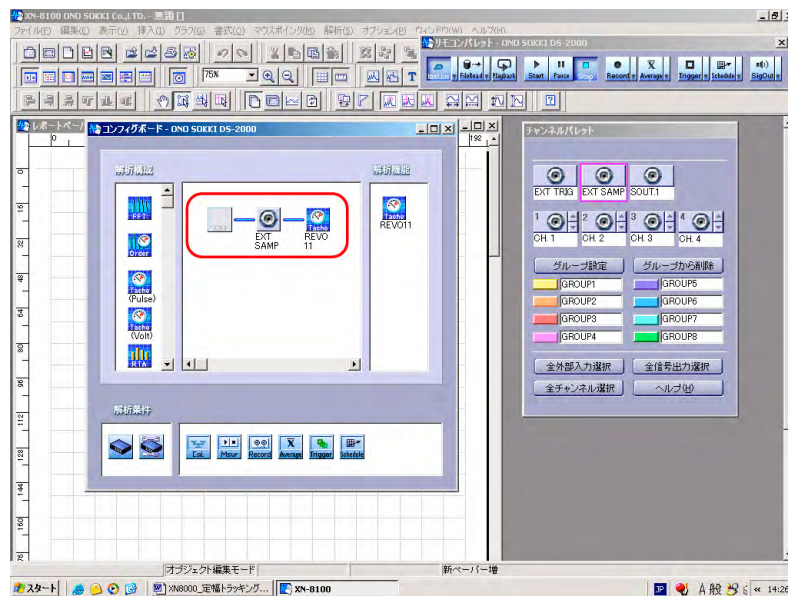

図 3
- ⑥ [回転信号 (パルス)] ダイアログの「パルス数：(1 回転当たりのパルス数)」の項を設定し、OK ボタンを押します。この例では 60 を設定します。コンフィグボードに「EXT SAMP-REV11」の系統図がアイコンで表示されます。REV11 の添え字「11」は自動的に付加されます (図 3)。